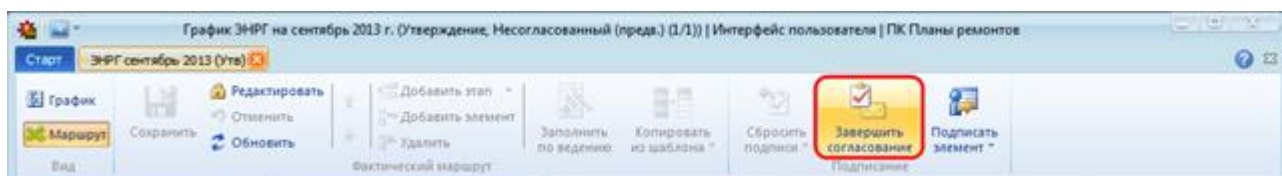

Рисунок 11.22 – Принудительное завершение согласования
- 2) нажать кнопку « Завершить согласование» на панели инструментов (Рисунок 11.22).